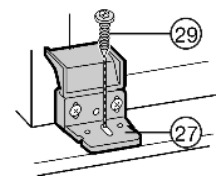

Fig. 24
- ▶ Au travers du trou oblong de la cornière en plastique Fig. 24 (27), pré-installer à l'aide de la longue vis Fig. 24 (29).
- ▶ Rabattre le cache de la cornière en plastique Fig. 24 (27).